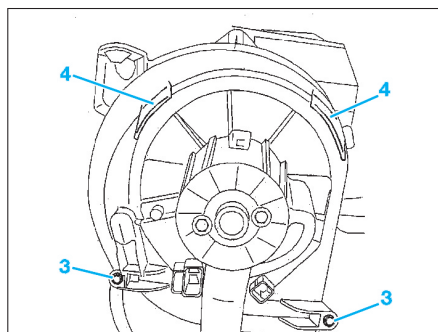

Fig. 10
- Déposer les vis (3) (Fig.10)